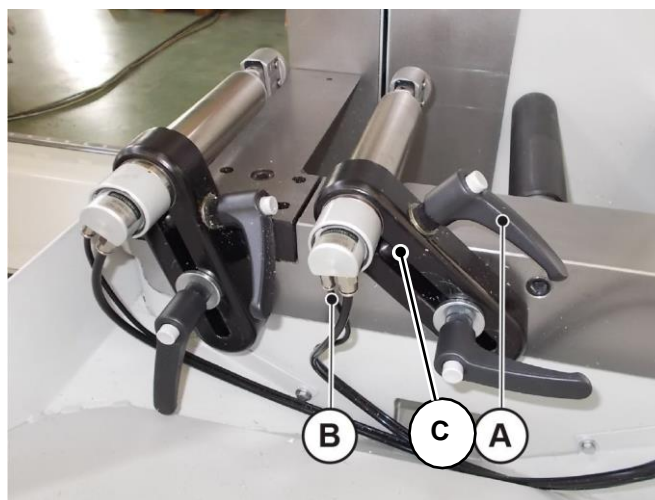

Fig. 09-12
3. Desapertar o manípulo de desbloqueio "A" (Fig. 09-12) e extrair o cilindro.
4. Desconectar as mangueiras de ar "B" (Fig. 09-12).